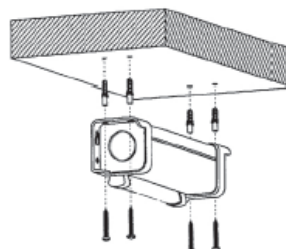

Рис. 2
- крепление на потолок: прикрутите экран шурупами за крепежные отверстия, как показано на рис.2